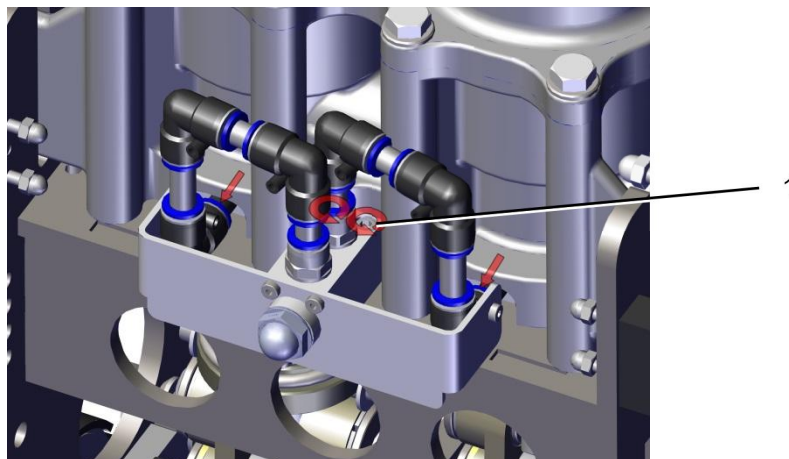

图 5-1: 泄漏指示器的拆卸
- 拧下右侧的 (图 5-1: 泄漏指示器的拆卸) 两枚 M6x40 圆柱头螺栓 (1)， 旋转。